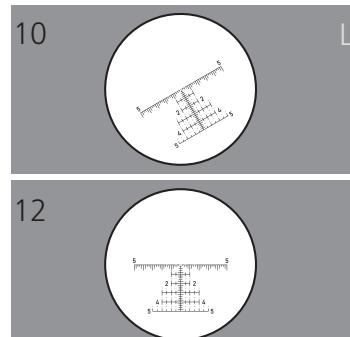

Fig. 11
2) Kig nu gennem kikkerten og kontrollér, om trådkorset i venstre kanal er nivelleret (i vater) eller ej. Hvis trådkorset ikke er i vater, drejes drejeringen – ringen uden gummibelægning – indtil trådkorset er helt i vater (**Fig. 11**).